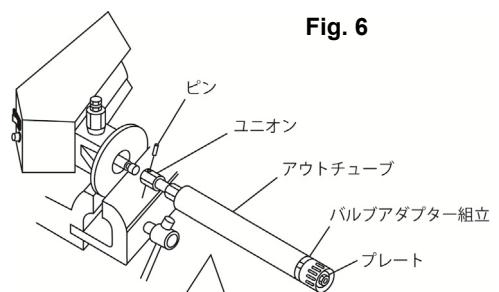

Fig. 6
- 5) バルブアダプター組立にスパナを掛けてねじ戻すと、サクションチューブも一緒に回り、上ポンプから外れます。プレートに当たるまで引っ張ると、上ポンプのコネクティングロッドと接続しているユニオンが現れます。ピンを抜きユニオンのネジを戻すと下ポンプが分離できます。アウトチューブを引き出します。(Fig. 6)